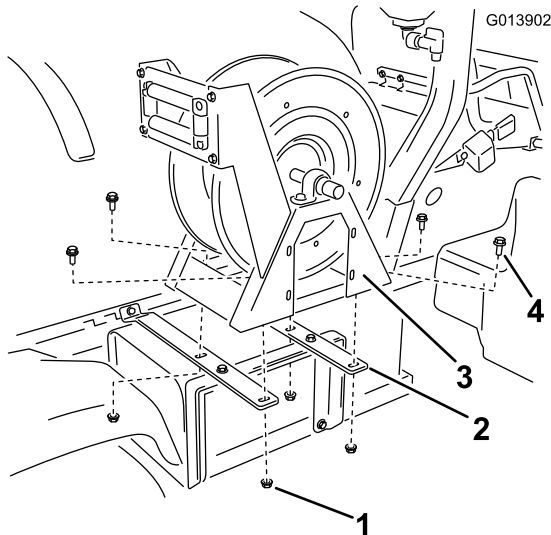

Figura 10
5. Instale el conjunto de carrete de la manguera en las pletinas del carrete de la manguera (Figura 10) usando 4 pernos con arandela prensada (3/8 x 1